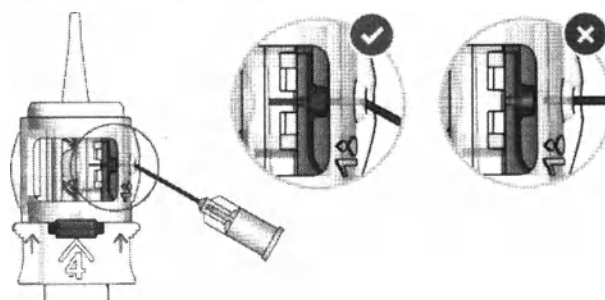

Рис. 1
3. Полностью введите канюлю (23G – 27G) шприца, заполненного вязкоэластиком, в маленькое отверстие, обозначенное «1» (рис. 1), до тех пор, пока он полностью не войдет в синюю воронку. Сохраняйте небольшое давление на кончике канюли при введении вязкоэластика через отверстие. Введенное количество вязкой жидкости становится достаточным, как только ИОЛ полностью покроется вязкоэластиком (около 0,2-0,25 мл).